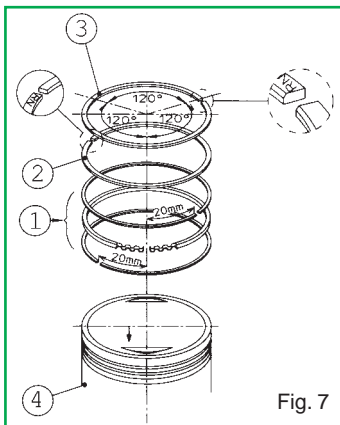

Fig. 7
- Introducir el expansor del segmento rascador de aceite en la específica ranura en el pistón, introducir el segmento rascador de aceite inferior y sucesivamente el rascador de aceite superior completando el montaje del rascador de aceite (Fig. 7 - Part. 1).
- Montar el segundo segmento con la parte estampada N dirigida hacia la parte superior del pistón, como indica la Fig. 7 - Part. 2.
- Montar el segundo segmento de compresión con la parte estampada N dirigida hacia la parte superior del pistón, como indica la Fig. 7 - Part 3.
- Posicionar las aperturas de los cortes de los aros elásticos como indica la Fig. 7.
- Posicionar el pistón en la biela e introducir el bulón nuevo. Asegurarse que la flecha marcada en la cabeza del pistón se encuentre dirigida hacia el lado del escape (Fig. 7 - Part 4).
- Controlar nuevamente que las aperturas de los cortes de los aros elásticos se encuentren posicionados como indica la Fig. 7.